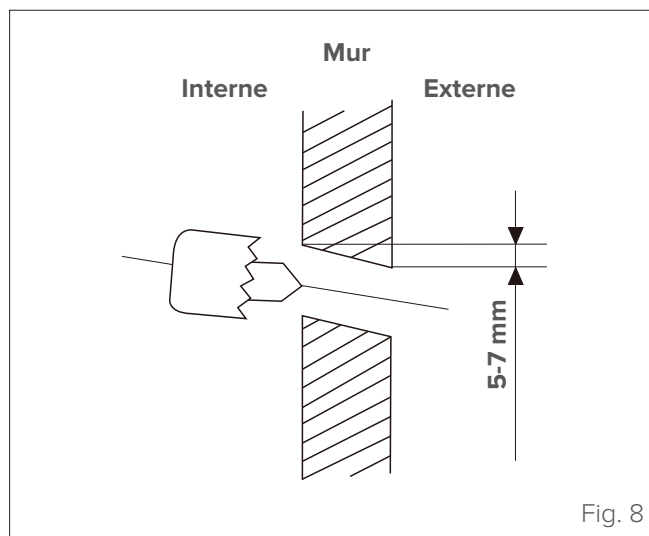

Fig. 8
- 1 Déterminer la position du trou en fonction de la position de la plaque de montage. Pour aider à choisir la position optimale, voir le point « Dimensions de la plaque de montage ». Le trou dans le mur doit avoir un diamètre minimum de 65 mm (90 mm pour les modèles 70M) et une légère inclinaison vers le bas pour faciliter le drainage (voir « Fig. 8 »).